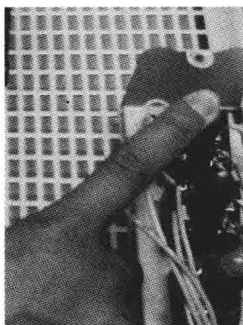
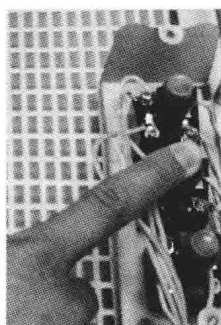

图 4-56 检查启动控制
图 4-57 检查启动控制
1) 检查启动和停机控制。分别按下 SB2、SB3, 测量 1 与 0 之间的电阻, 此时电阻应较小, 约为 KM1、KM2 线圈的电阻值, 如图 4-56、图 4-57 所示。